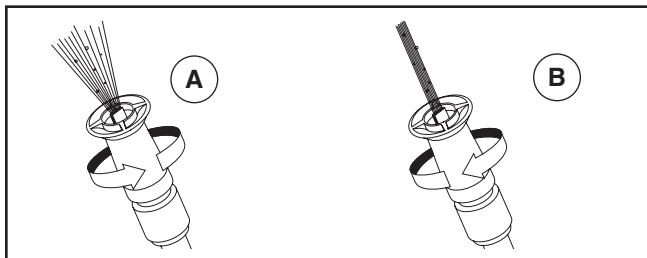

Figura 15 — Ajustar el patrón de aspersión
3. El patrón de rociado se ajusta de un patrón angosto (A) a un patrón en abanico (B) girando la boquilla (Figura 15).